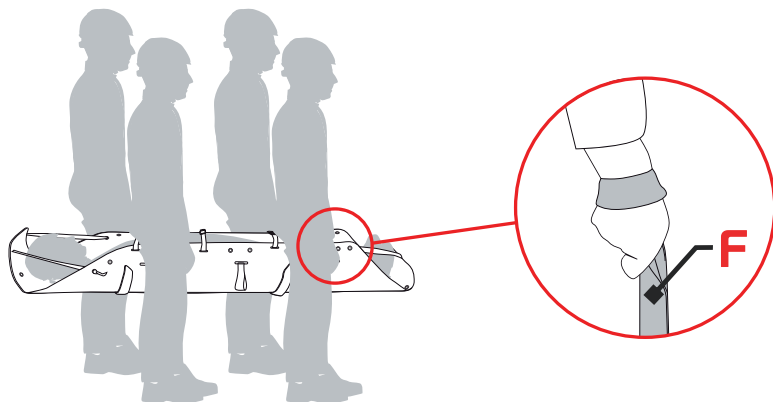

Fig.16
- **Trasporto mediante le maniglie (F) (fig. 16)**